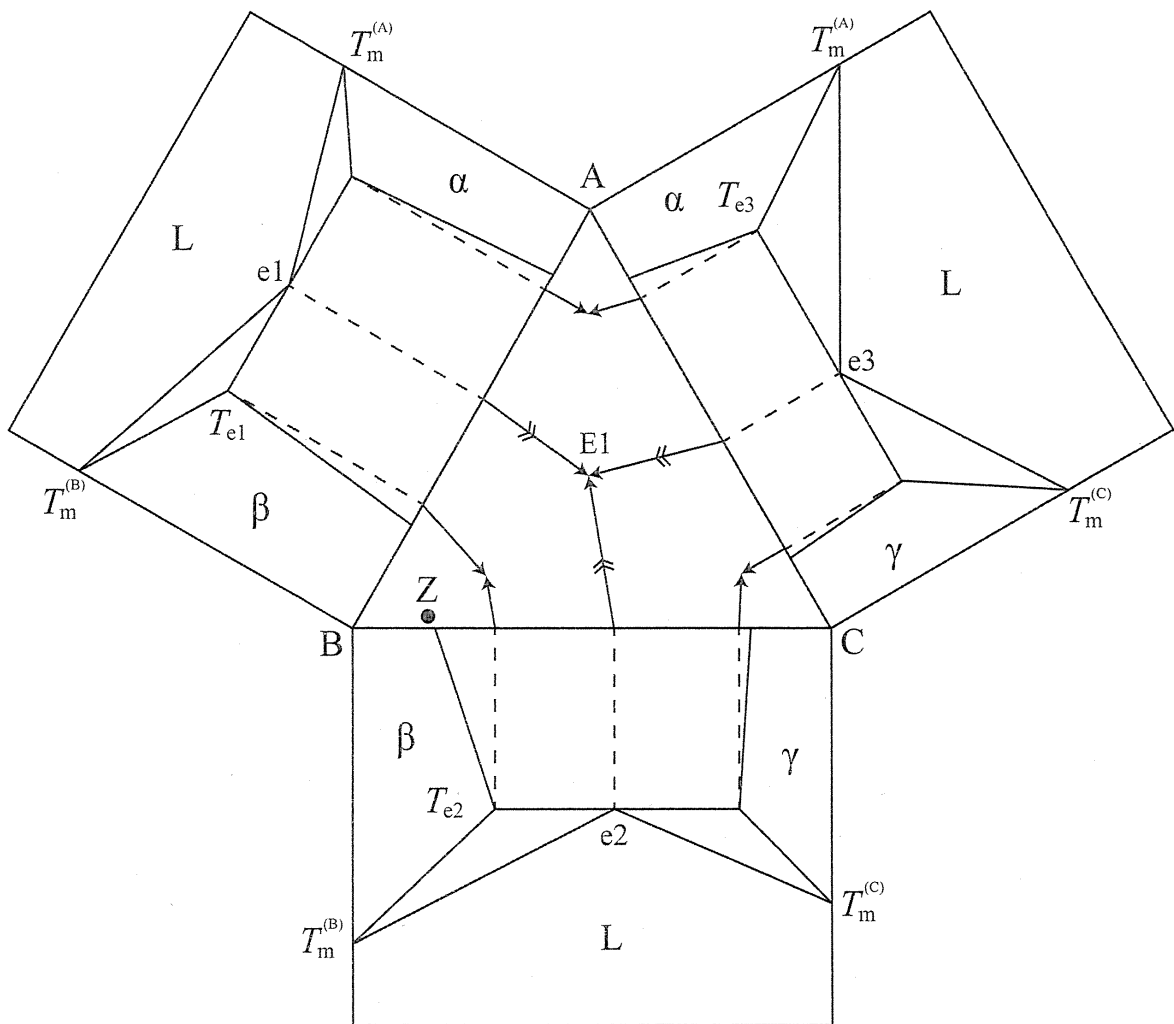
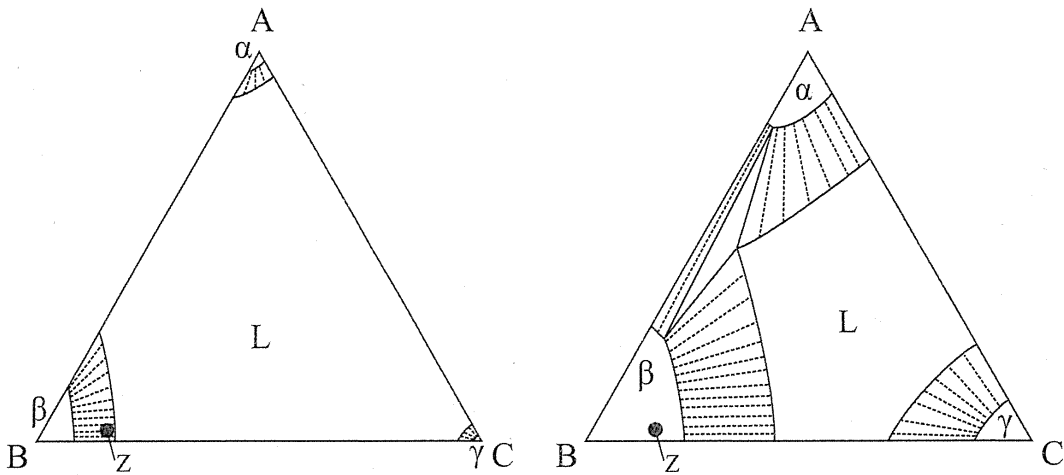

図13 A-B-C 三元系合金の平衡状態図
図14 図13のA-B-C三元系合金の等温断面図. 左図の温度 $T$ は $T_m^{(C)} > T > T_{e1}$ であり, 右図の温度 $T$ は $T_{e1} > T > T_{e2}$ である. 破線は2相間の相平衡を示すタイラインであり, 黒丸は組成 $Z$ の位置である.
問8 図13に平衡状態図を示す A-B-C 三元系合金において、固相の成長にともなう液相の組成変化を考える。問7を参考にして、液相中の拡散は十分に起こり、固相中の拡散は起こらない条件で、図13に示した組成 Z の均一な液相 (L) を冷却したときの液相の組成の軌跡を解答用紙の断面図上に描き、その根拠を述べよ。なお、図13にはおのこの二元系合金の平衡状態図、液相- $\alpha$ 相- $\beta$ 相、液相- $\beta$ 相- $\gamma$ 相、液相- $\gamma$ 相- $\alpha$ 相の3相三角形の頂点の軌跡がそれぞれ示されており、融点には  $T_m^{(B)} > T_m^{(A)} > T_m^{(C)}$ 、共晶温度には  $T_{e1} > T_{e2} > T_{e3} > T_{E1}$  ( $T_{E1}$ は三元共晶温度) の関係がある。図14は A-B-C 三元系合金の等温断面図である。ただし、 $\alpha$ 相、 $\beta$ 相、 $\gamma$ 相の核生成は容易に起こり、局所平衡が成立しているとせよ。